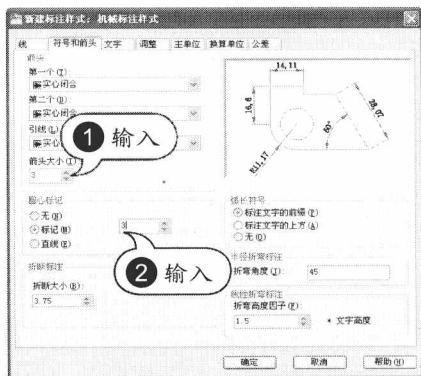

图 1-24 设置符号和箭头
STEP 04 设置符号和箭头。在“符号和箭头”选项卡中设置箭头大小和圆心标记大小，如图 1-24 所示。